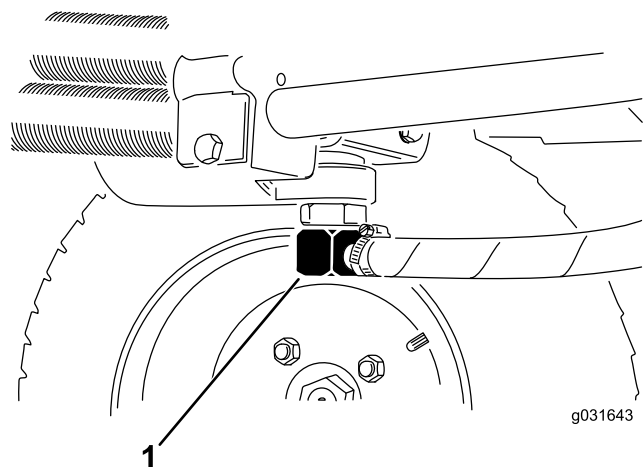
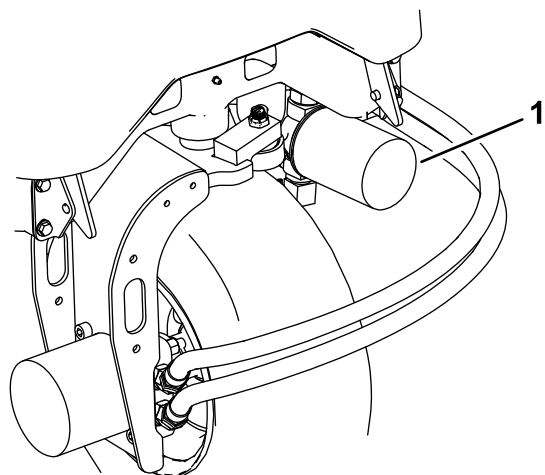

图 65
图 67
2. 断开液压管线与油箱的连接或卸掉液压油滤芯让液压油流入放油盘 图 67和图 65。
3. 液压油停止排出时安装液压管线 图 65。
3. 清洁滤芯安装区周围的区域在滤芯下面放置一个放油盘然后拆下滤芯 图 67。